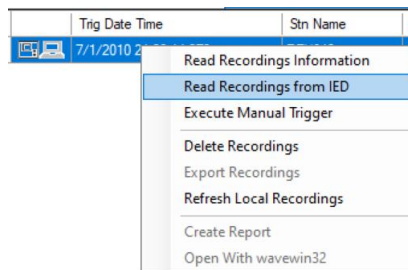

Imagen 323_Lectura de la información grabada.
4.2.10 Daremos clic en el registro de la perturbación que queremos observar y seleccionamos “Read Recording from IED” como nos muestra la **Imagen 323**.